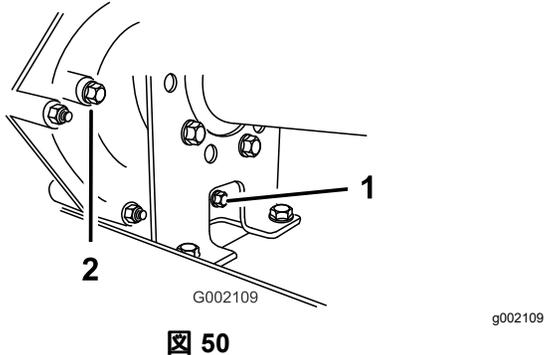
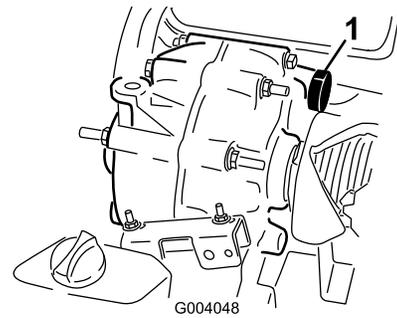

図 50
図 51
2. 補給口および排出口の周囲をウェスできれいにふき取る 図 50。
4. 補給プラグを左に回して抜きとる 図 50。
5. ドレンプラグを左に回して抜きとる 図 50。
6. ガスケットとドレンプラグを元通りに取り付ける 図 50。
7. 補給プラグ穴から、オイル溜め 図 51 に、所定のトランスミッションオイル約 1.4 リットルを入れる。これで補給口のねじ山の下位置までオイルが入る。(図 50)。
8. ガスケットと補給プラグを元通りに取り付ける 図 50。
10. オイルの量を点検し、ねじ山の下位置よりも下がっている場合には適宜追加する 図 50。